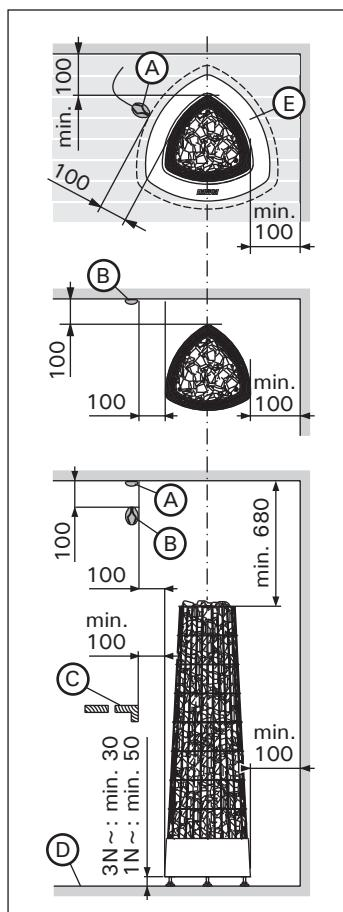
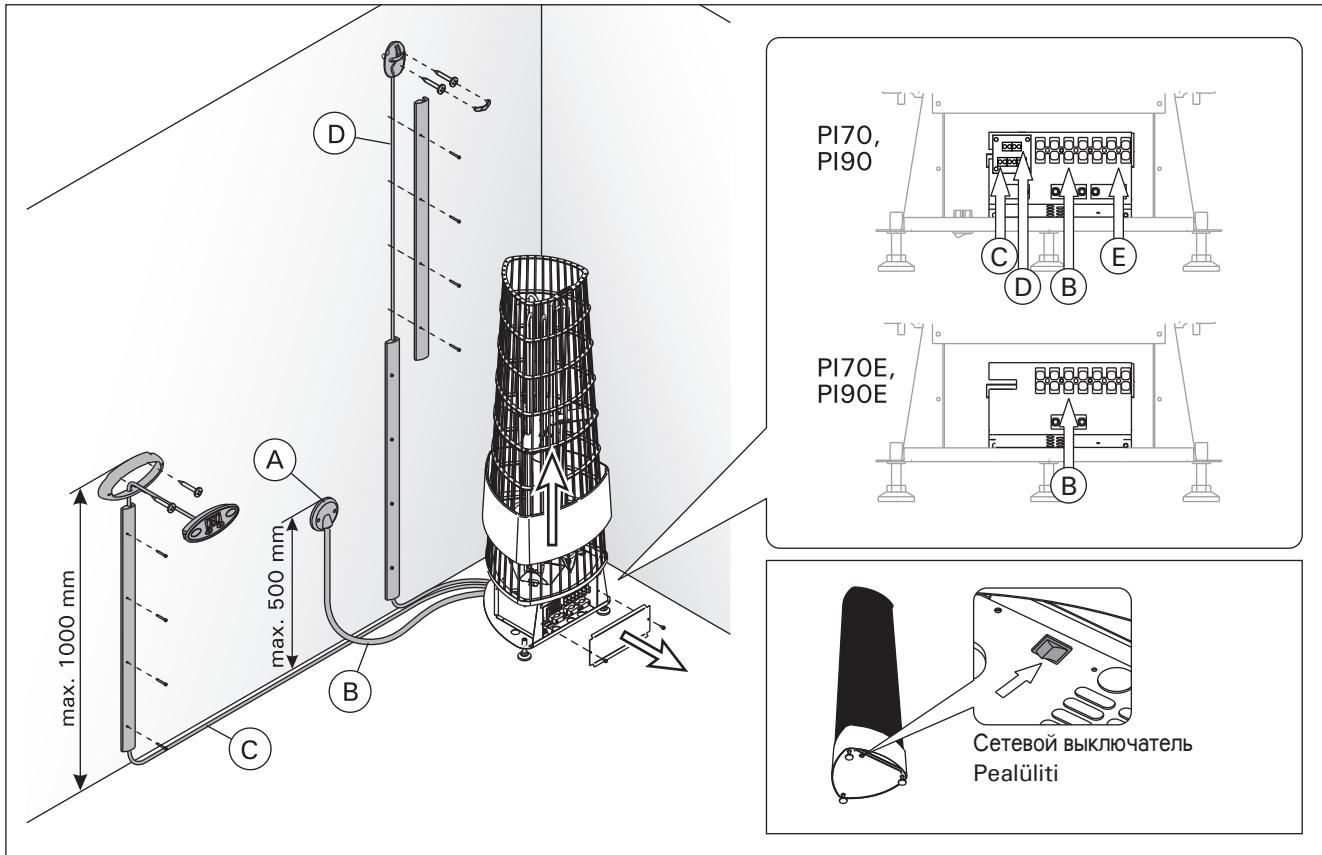

Рисунок 6. Расположение и безопасные расстояния (все размеры приведены в миллиметрах)
Рисунок 7. Разъемы нагревателя
- Элементы, представленные на рис. 6:
Разъемы нагревателя (рис. 7):
- Каменка гибким проводом подсоединяется к соединительной коробке (рис. 7: А) в стене сауны. Соединительная коробка должна быть брызгозащищенной и находиться на расстоянии не более 500 мм от пола.
- В качестве кабеля (рис. 7: В) следует использовать резиновый кабель типа HO7RN-F или подобный. **ВНИМАНИЕ! Использование изолированного ПВХ кабеля запрещено вследствие его разрушения под воздействием тепла.**
- PI:** Установите датчик на стену сауны, как показано на рис. 6. Вставьте кабель датчика в разъем нагревателя по принципу цветового соответствия (рис. 7: D).
- PI-E:** Установите датчик на стену сауны, как показано на рис. 6.
Датчик следует устанавливать в место, указанное в данной инструкции (рис. 6). Если не соблюдается минимальное расстояние, следует переместить вентиляцию.
Закрепите панель управления следующим образом (см. рис. 7):
- Вставьте свободный конец кабель управления в разъем нагревателя по принципу цветового соответствия (рис. 7: C).